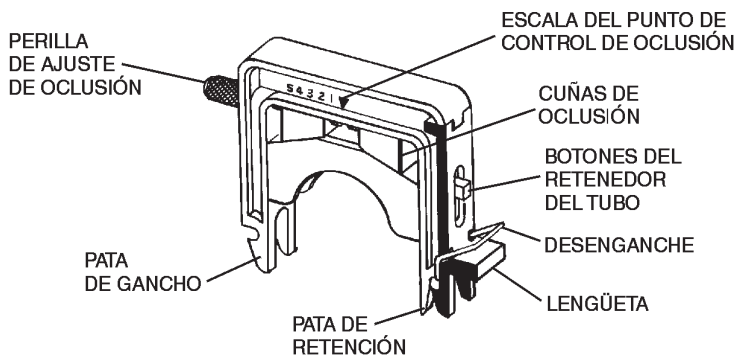

FIGURA 5 CONJUNTO DE CARTUCHO
1. Gire la perilla de ajuste de oclusión (vea la Figura 5) hacia la izquierda para abrirla al máximo. Este paso no es necesario cuando la oclusión está fijada en el ajuste de fábrica o si ya se fijó bien la oclusión durante el bombeo anterior.
5. Haga girar el cartucho con el tubo sobre el rotor y empuje la lengüeta hacia abajo (vea la Figura 5) hasta que se cierren los enganches (vea la Figura 7E). **Nota:** Apriete el cartucho hacia abajo según sea necesario en el lugar indicado en la Figura 7E para facilitar el enganche y desenganche.
2. Empuje hacia abajo el lado de enganche del cartucho (vea la Figura 7E) y tire de la pata de enganche hacia afuera para desenganchar de la varilla. El desenganche (vea la Figura 5) puede pulsarse hacia abajo como ayuda en este proceso según se desee.
(4) Bombeo bidireccional